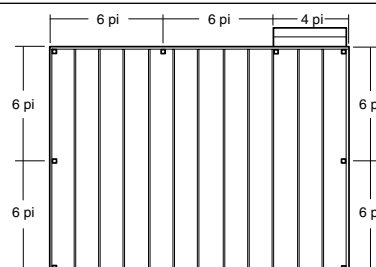

fig. 3
Étape 1 Déterminez le nombre de poteaux de garde-corps nécessaires pour votre terrasse. L'espacement des poteaux est centre à centre de 1,8 m (6 pi) ou centre à centre de 2,4 m (8 pi), selon la longueur de traverse choisie. Exemple : Un patio de 3,7 x 4,9 m (12 x 16 pi) fixé à un bâtiment comportant une ouverture d'accès de 1,2 m (4 pi) d'un côté, exigera huit poteaux en tout (fig. 3).